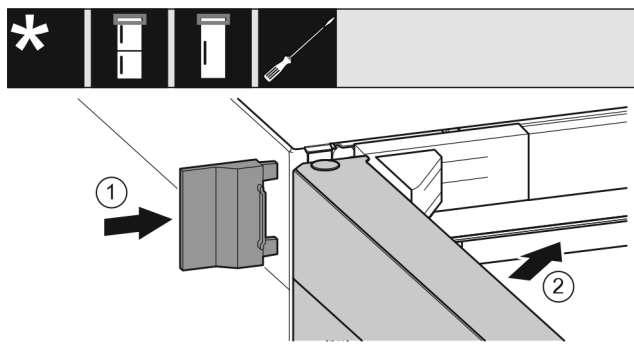

Fig. 22
- ▶ Spingere la copertura esterna. Fig. 22 (1)
- ▶ Chiudere la porta superiore. Fig. 22 (2)
- ▶ Inserire la spina (G) sul retro dell'apparecchiatura. Accertarsi che si innesti correttamente.